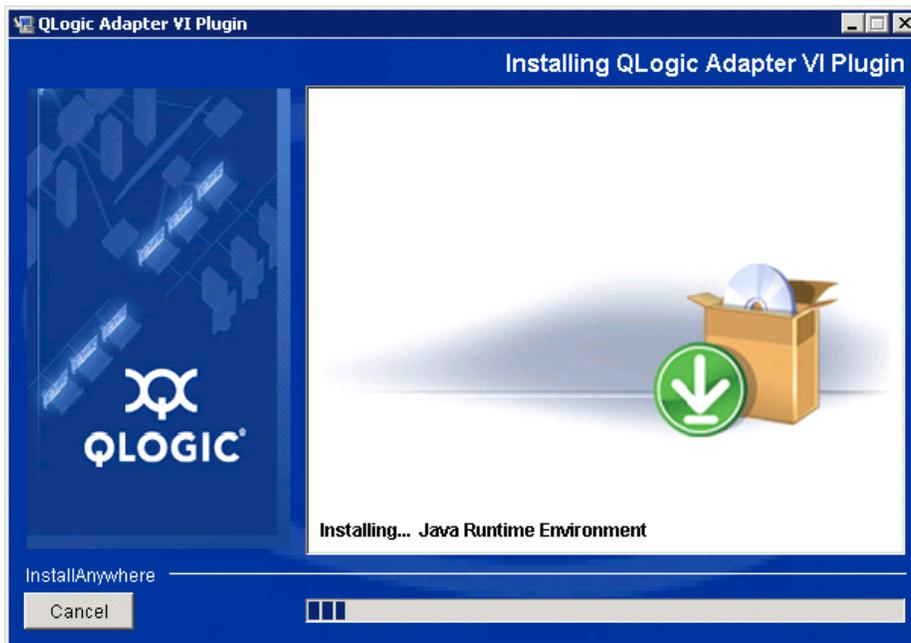

Figure 2-13. Installation du Plug-In
- Attendez que l'Assistant ait terminé l'installation (voir Figure 2-13).